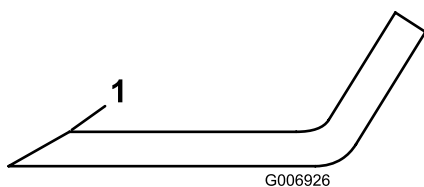

Figura 16
3. Inspeccione los filos de corte de todas las cuchillas. Afilelos si están romos o tienen mellas. Afile únicamente la parte superior del filo y mantenga el ángulo de corte original para asegurar un filo correcto (Figura 16). La cuchilla permanecerá